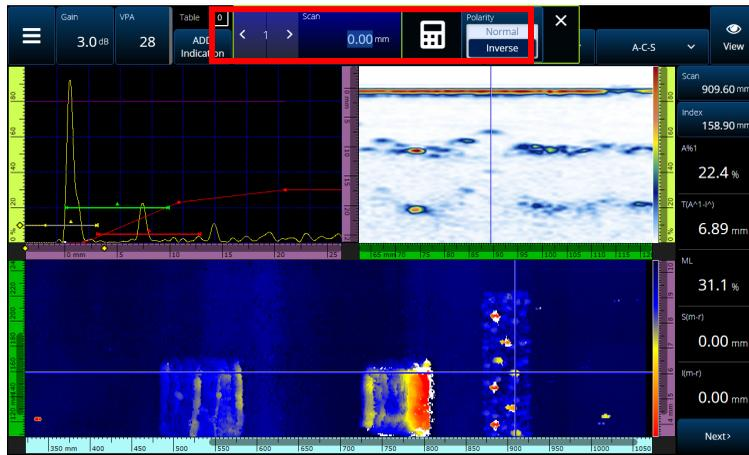

図 2-59 数値キーパッドで数値を入力して特定の位置へジャンプ
- Scan (スキャン) または Index (インデックス) コントロールを押します。メニューが開きます。数値キーパッドを使用して新しい値を入力するか、エンコーダーの極性を反転させることができます (119 ページの図 2-59)。